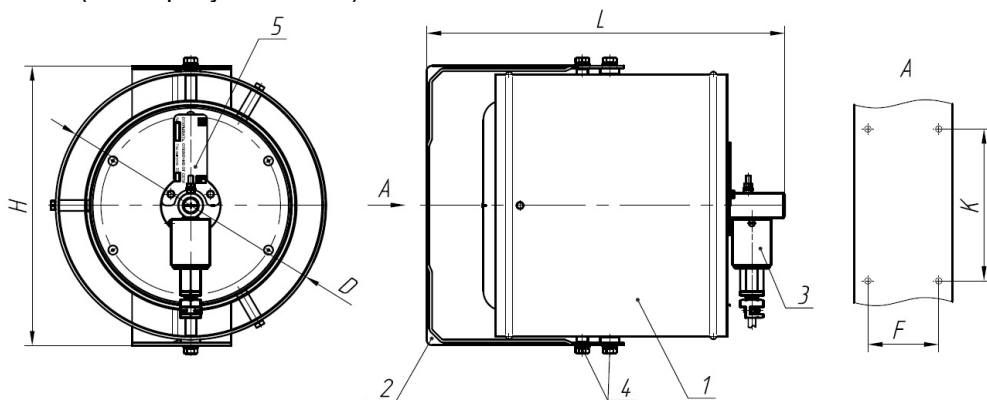

Рис.1.
6. Габаритные и присоединительные размеры (рис.1), мм, не более: <ul style="list-style-type: none"> • длина - L • диаметр - D • ширина – Н • ширина – К • ширина – F 	400 310 310 168 78
3.1. В комплект поставки (рис.1) входит:
4.1. Устройство генератора (рис.1).
7.2. Монтаж генератора производится с помощью кронштейна крепления поз.2 (рис. 1) на жесткой вертикальной конструкции (стены, колонны и др.). Генераторы при установке должны быть так ориентированы, чтобы при их работе струи огнетушащего аэрозоля не оказывали теплового воздействия на пути эвакуации, судовое оборудование, кабельные трассы, аварийное освещение, предупредительную сигнализацию топливные и масляные
цистерны и трубопроводы. Генераторы должны быть удалены от путей эвакуации и других районов, где может присутствовать персонал, по крайней мере, на минимальные безопасные расстояния, определенные в соответствии с циркуляром ИМО MSC.1/Circ.1270 для воздействия температур до 75 °С, но они не должны превышать, по возможности, 2,5 м, а так же от горючих материалов по крайней мере, на минимальные безопасные расстояния для воздействия температур до 200°С. Для монтажа на металлических конструкциях кронштейн крепления закрепляется при помощи 4-х винтов М 6х30, которые привариваются к металлической конструкции, 4-х шайб пружинных 6 и 4-х гаек М 6 (Метизы в комплект не входят). Учитывая, что генератор обеспечивает объемное тушение, то максимально быстро создать концентрацию аэрозоля в зоне возможного возникновения пожара можно направлением оси генератора на неё с помощью 4-х регулировочных винтов М8 поз. 6 (рис. 1).